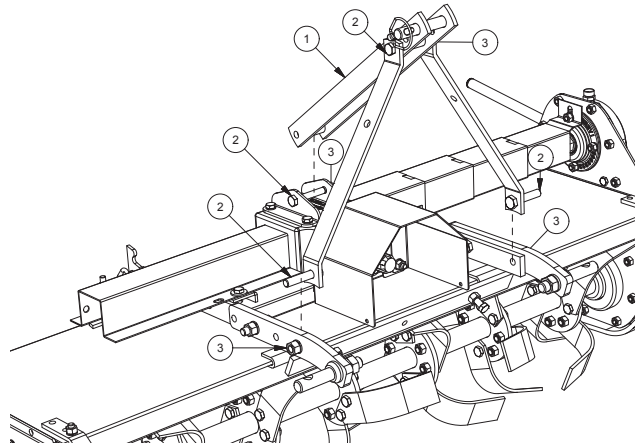

FIG. 6
- Monter le troisième point (1, Fig. 6), il faut l'insérer à l'intérieur entre les supports du châssis; serrer les vis (2) et les écrous (3) au couple de serrage conseillé (voir tableau "Couples de serrage des boulons (Nm)" au page 63)